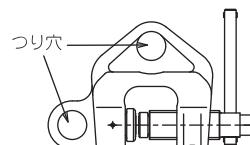

図4 つり上げ用穴 (WF型)
- ⑦WF型はつり穴を2つ設けてあるので、何れの方向にも対応できます。（図4をご参照ください）